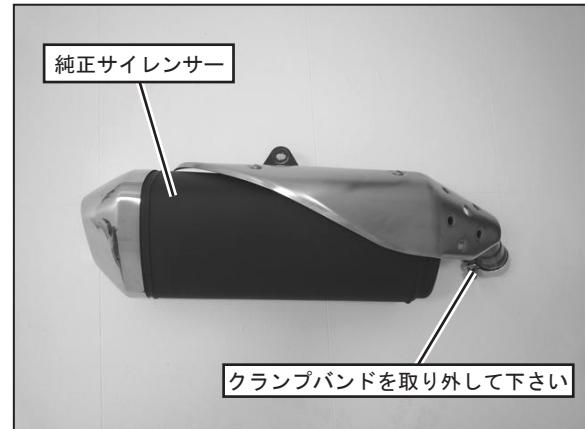

FIG. 1
3. 外した純正サイレンサーから、クランプバンドを取り外して下さい。取り外したクランプバンドは本製品の取り付けに使用します。 (FIG. 1 参照)
4. ①テールパイプに、手順3で外したクランプバンドとメーカー純正の新品ガスケットを取り付けて下さい。